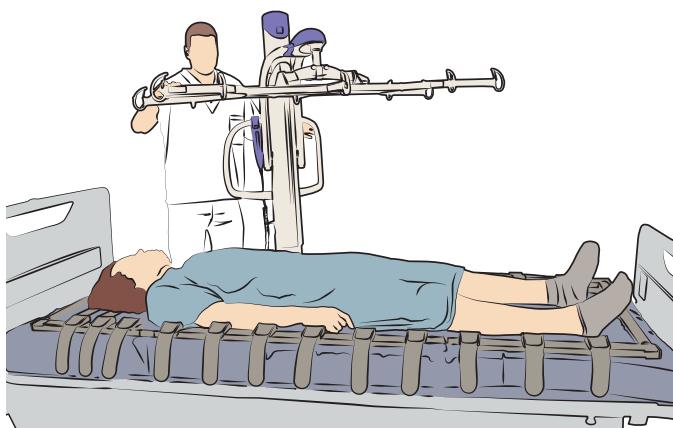

Fig. 23
3. Levante el bastidor. Aleje la grúa de suelo del paciente. Vea la fig. 23